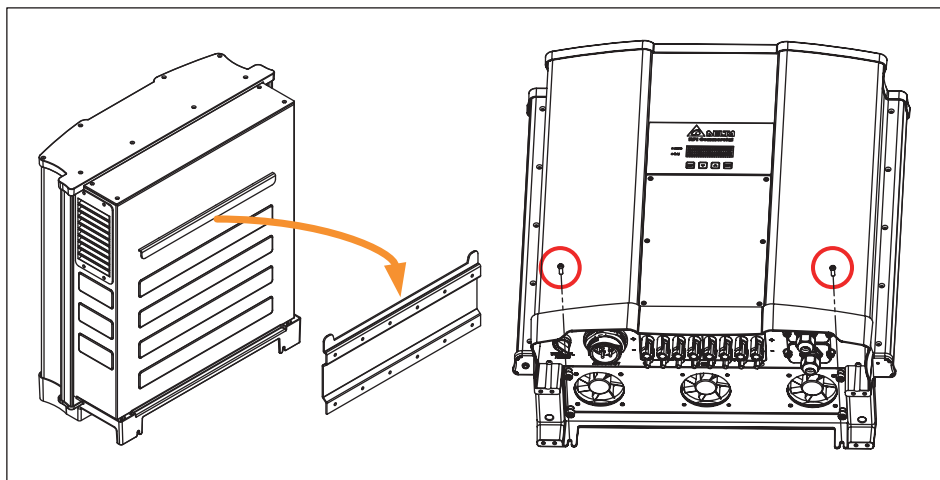

图3-4：附挂和固定逆变器
- 3.使用2颗M6螺丝将逆变器固定于墙上。请参考图3-4。